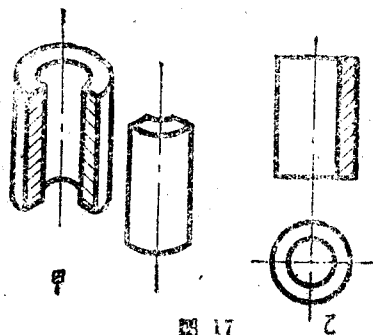

图 17
2. 半剖视图 当切去另件的四分之一时（见图 17 甲），就好像我们吃月饼的时候把月饼的一角切去那样，这时候画出来的图形，就是半剖视图，如图 17 的主视图。